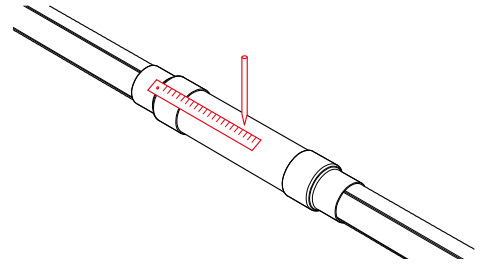

Рис. 4.7.9
9. С помощью линейки (рулетки) определить среднюю точку на верхней поверхности муфты, нанести метку (рис. 4.7.9).